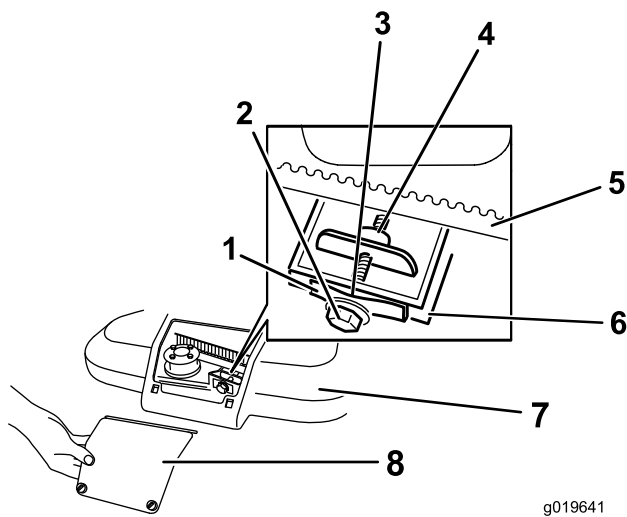

Рисунок 39
1. Ослабьте два винта панели кожуха ремня и снимите панель (Рисунок 39)
- Прижмите толщиномер на 0,26 мм (0,010 дюйма), лист бумаги или картотечную карточку к стенке, а затем сдвиньте ее вниз позади пружины натяжения ремня (Рисунок 39).
Примечание: Если имеется видимый зазор между измерителем зазора и пружиной, затяните регулировочный болт и гайку до момента, когда бумага только начнет свободно входить в зазор и выходить из него (Рисунок 39).